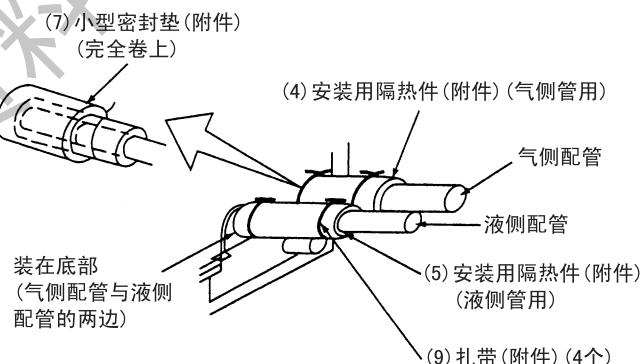

图13
- 检查连接管是否漏气, 然后进行隔热处理, 如图 13 所示。
- 请检查配管接头处是否漏气, 然后按图 13 进行隔热。
- 仅气管一侧用安装用隔热材料的密封垫 (附件) 包裹。(请参见图 13)